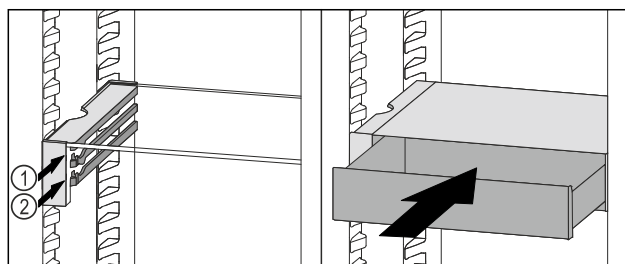

Fig. 119
- ▶ Asetage VarioSafe-sahkl peatajate taga soovitud ribile Fig. 119 (1) või Fig. 119 (2).